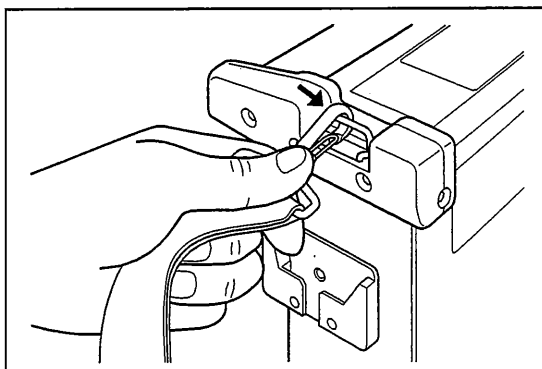

図 3.22
1. 肩ベルトのフックレバーを押しながら MX R 本体のベルト受け金具にフックを引っ掛けます (図 3.22 参照)。